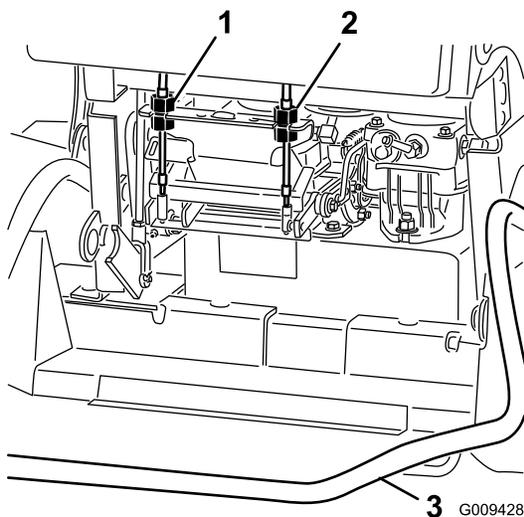

Figura 53
4. Gire el pomo de ajuste del lado de la máquina hacia el cual vira (visto desde detrás de la máquina) (Figura 53).